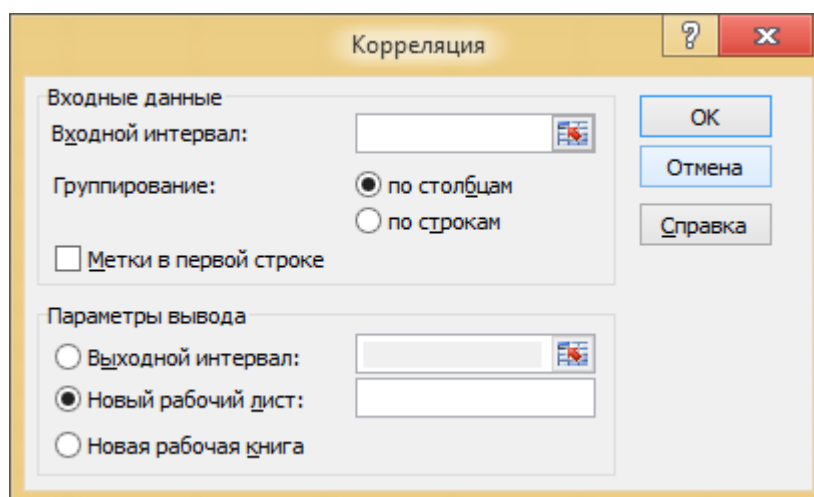

Рисунок 7.3 – Диалоговое окно «Корреляция»
12. Выбрав из меню Анализа данных команду Корреляция, получить коэффициенты корреляции выручки трех любых магазинов (попарно) за весь год (рисунок 7.3). Сделать выводы. Коэффициент корреляции используется для определения наличия взаимосвязи между двумя различными рядами данных  $X_i$ ,  $Y_i$ ,  $i = 1..n$  и имеет вид: